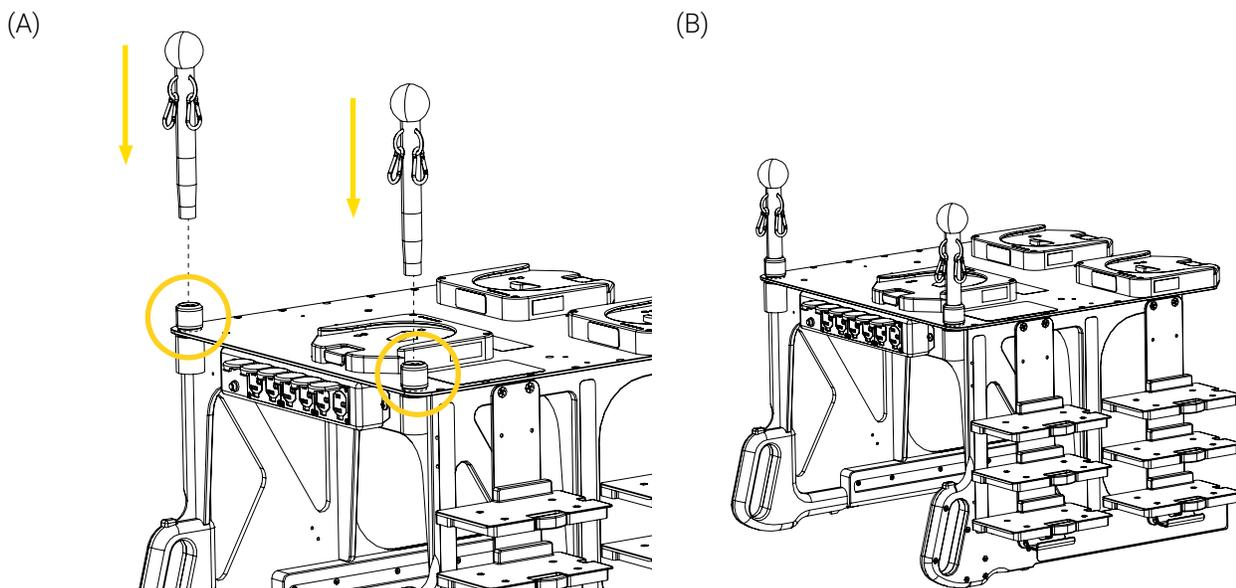

Figure 39: Installation des barres de poussée de 13 po (34 cm) sur la structure mobile
3. Tourner un (1) des deux (2) collets sur la plaque supérieure de la structure mobile environ un quart de tour dans le sens antihoraire pour desserrer, puis insérer une barre de poussée dans le support (Figure 39 A).
4. Tourner le collet environ un quart de tour dans le sens horaire pour serrer et sécuriser la barre de poussée (Figure 39 B).